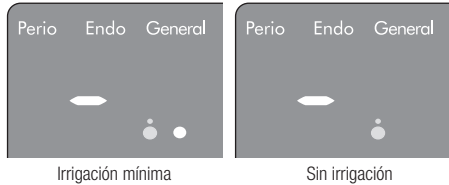

Fig.20
- Pantalla del diagrama de barras (Fig.20)